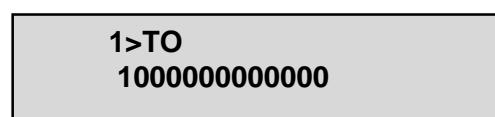

Рисунок 5.8 – Ввод токовой отсечки на отключение
Надпись на экране дисплея (рисунок 5.8) значит, что токовая отсечка (TO) введена на отключение.